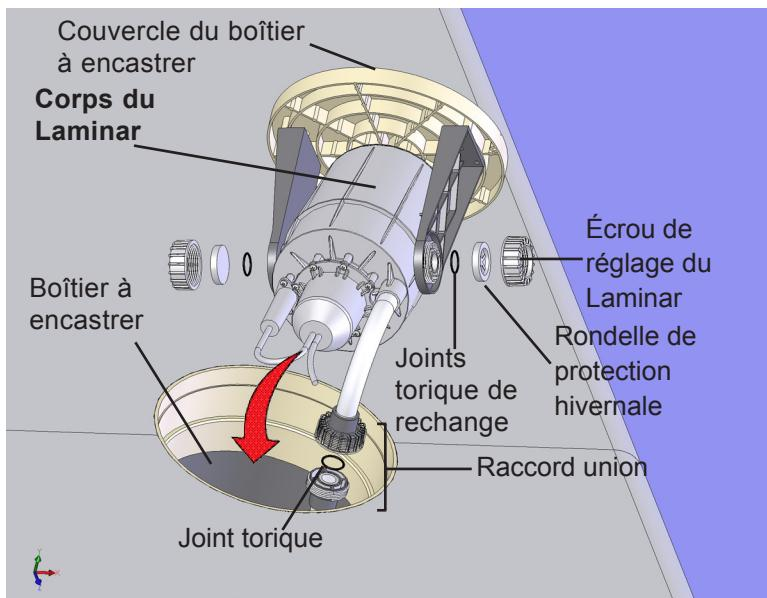

Figure 5
2. Assurez-vous du positionnement correct des joints toriques de rechange. Placez les rondelles de protection hivernale du raccord union dans les écrous de réglage du Laminar et vissez ces derniers sur le corps du Laminar (Figure 5).
3. Raccordez le Laminar au tuyau flexible d'alimentation au moyen du raccord union (Figure 5). Assurez-vous de l'insertion correcte du joint torique dans sa gorge ainsi que de l'absence de colle/résidus sur la surface de contact.
5. Introduisez le couvercle du boîtier et le Laminar dans le boîtier à encastrer (Figure 5). Si les tuyaux flexibles logés à l'intérieur du boîtier à encastrer empêchent le positionnement correct du couvercle de ce dernier, il vous faudra peut-être desserrer brièvement l'écrou du raccord union pour faire subir à ces flexibles une rotation en spirale qui les écartent suffisamment du chemin.